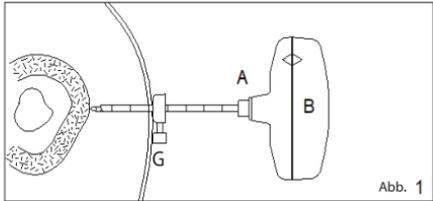

Abb. 1
ABB. 1 Für eine visuelle Hilfestellung richten Sie die Tiefenlehre (G) je nach Tiefe des zu erreichender Knochens an der Schneidekanüle (A) auf die entsprechende Zentimetermarkierung aus und ziehen sie fest. Führen Sie die Schneidekanüle mit angebrachtem Mandrin mit Trokarspitze (A+B) durch Drehen gegen den Uhrzeigersinn so weit ein, bis sie auf die Knochenoberfläche treffen. Hinweis 1: Zum Schutz des Weichgewebes muss während der Einführung durch das Weichgewebe eine Drehung gegen den Uhrzeigersinn vorgenommen werden.